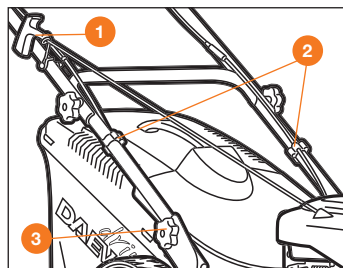

Рис. 2
Рукоятки частично собраны, для установки освободите их от упаковочного материала и при помощи барашковой гайки и крепежного болта ③ закрепите нижнюю рукоятку к корпусу газонокосилки на установочные места. Расправьте тросы управления закрепите верхнюю рукоятку на нижней и зафиксируйте тросы пластиковой клипсой ②. Прижмите рукоятку зажигания, вытяните ручку ручного стартера ① и установите в специальный кронштейн (Рис. 2).